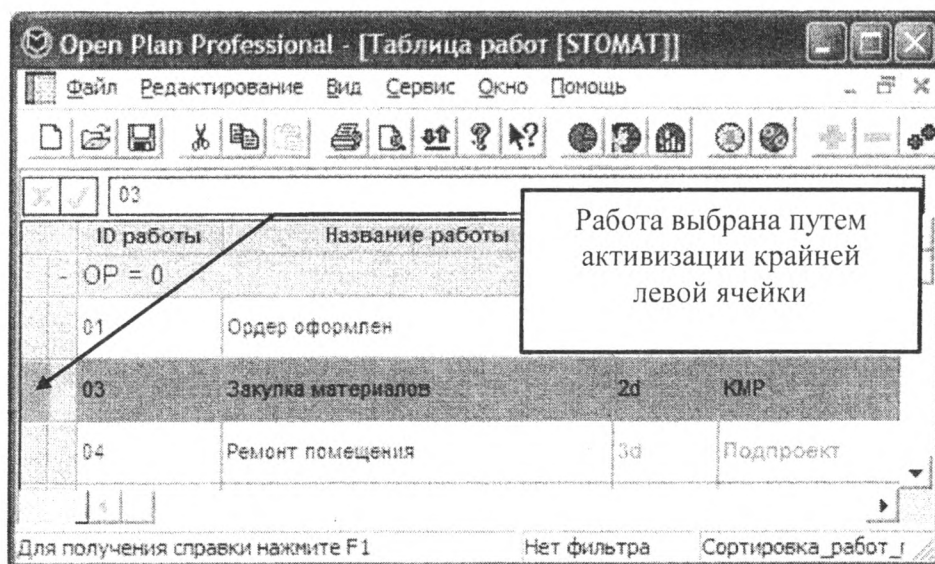

Рис. 33. Выбор работы
2. Выберите работу (рис. 33), для которой нужно провести назначение ресурса, например 04.1.